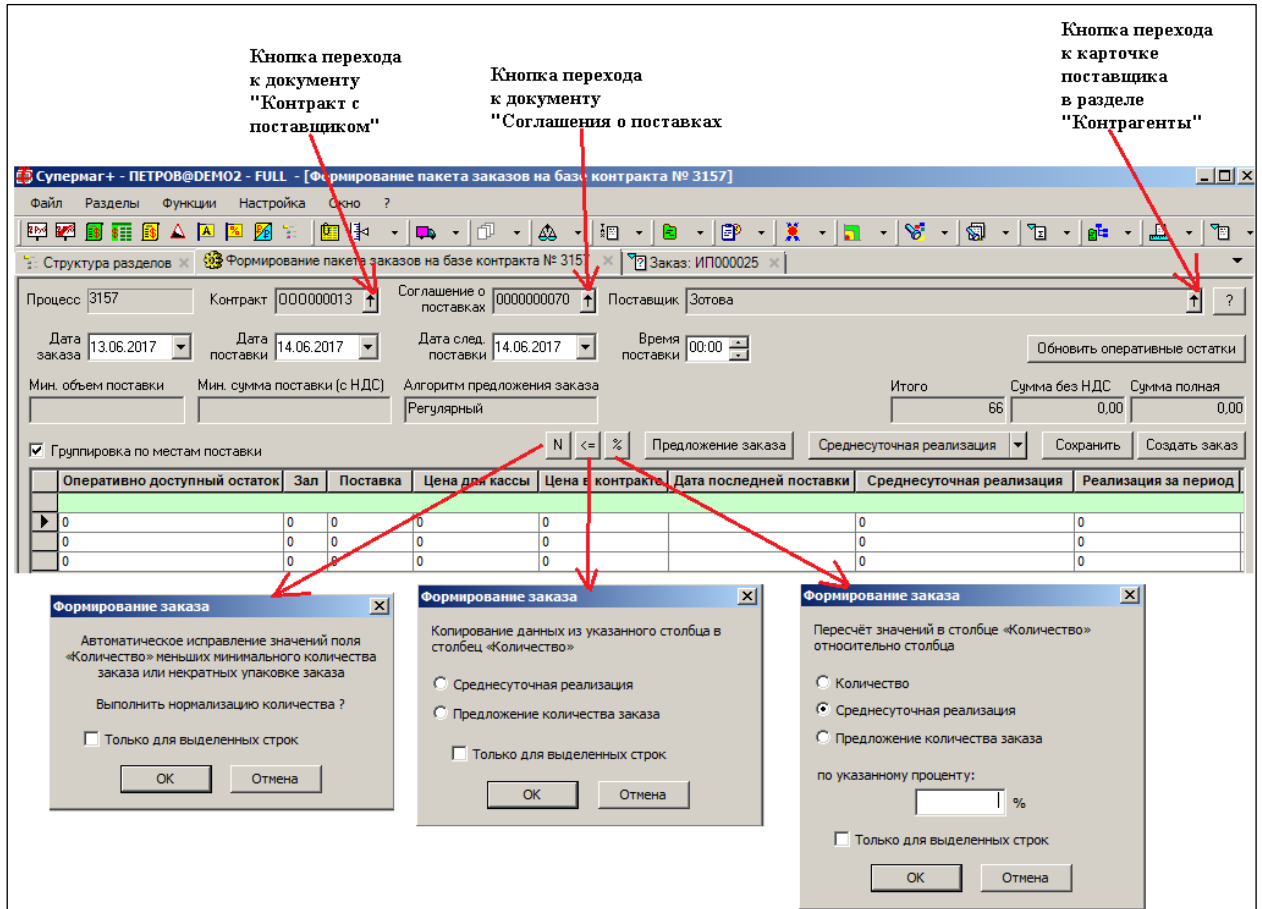

Рисунок 37 – Настройка процесса формирования заказа
6. По кнопке **Готово** открывается интерфейс дальнейшей настройки процесса (Рисунок 37).